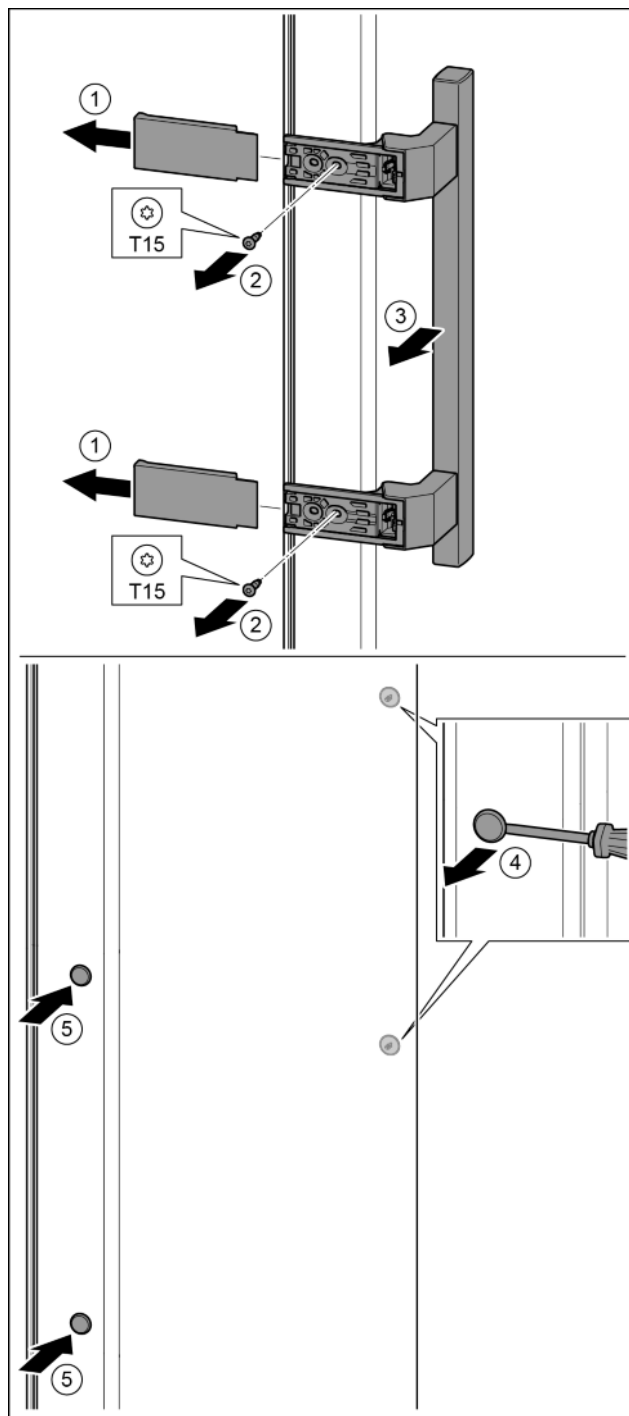

Fig. 15
- ▶ Noņemiet pārsegu. Fig. 15 (1)
- ▶ Ar skrūvgriezi T15 izskrūvējiet skrūves. Fig. 15 (2)
- ▶ Noņemiet rokturi. Fig. 15 (3)
- ▶ Uzmanīgi ar plakano skrūvgriezi paceliet un izvelciet ārā sānu aizbāzni. Fig. 15 (4)
- ▶ Ievietojiet atpakaļ aizbāzni otrajā pusē. Fig. 15 (5)